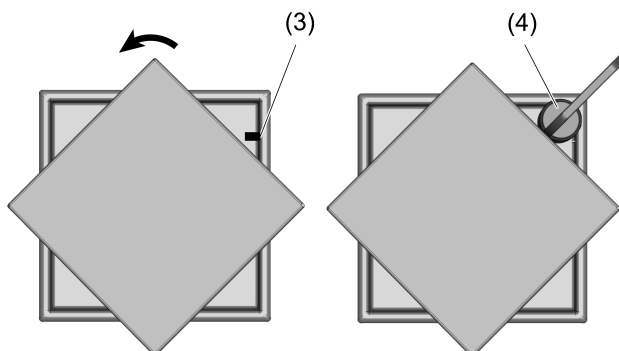

Bild 2: Demontering av ljuspåsets
- Vrid ljuspåsetsen i 45° för att se markeringen (3) (Bild 2).
- Placera magneten (4) vid markeringen (3) på höljet tills ett klick kan höras.